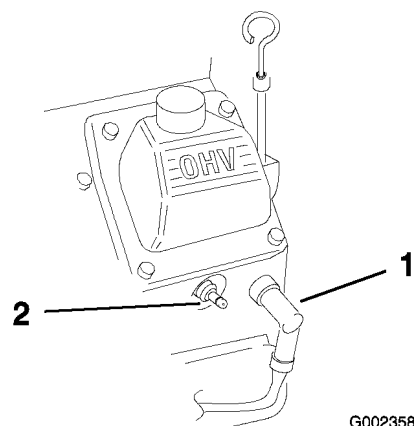

Bild 41
3. Klemmen Sie das Zündkabel von der Zündkerzen ab (Bild 41).